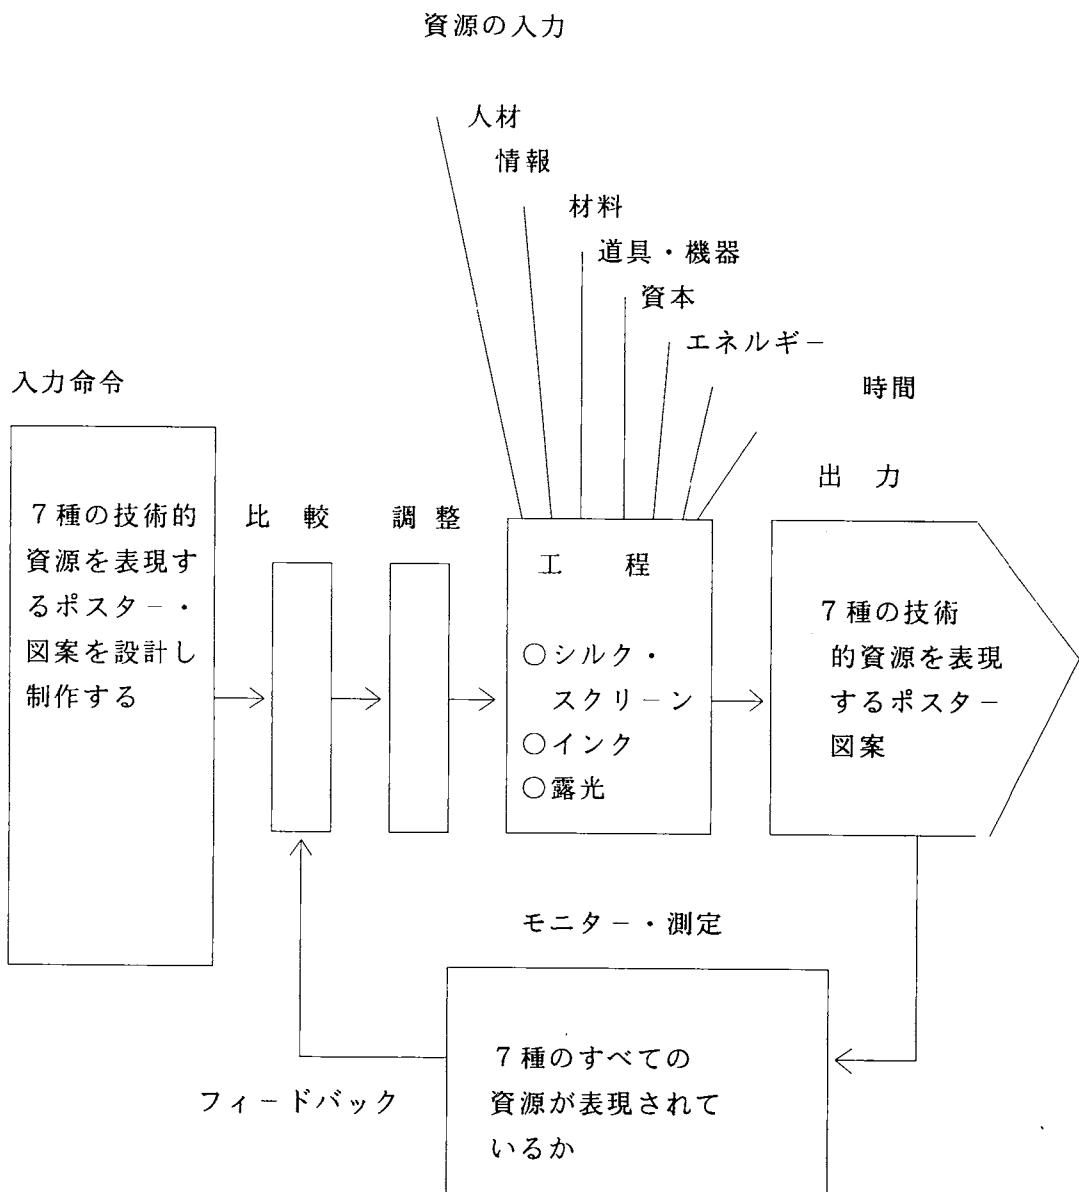

図2-8 技術（テクノロジー）学習システムモデル
- ① 図2-8は技術学習活動のシステムモデル
② 書きならべている資源が上の図に示したシステム上の役割を見分ける。